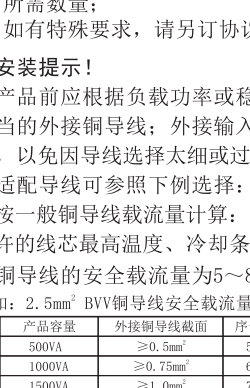

图7: 后板部分
4.4 NCR-3000VA~10kVA无触点交流稳压器后板外形见图7;